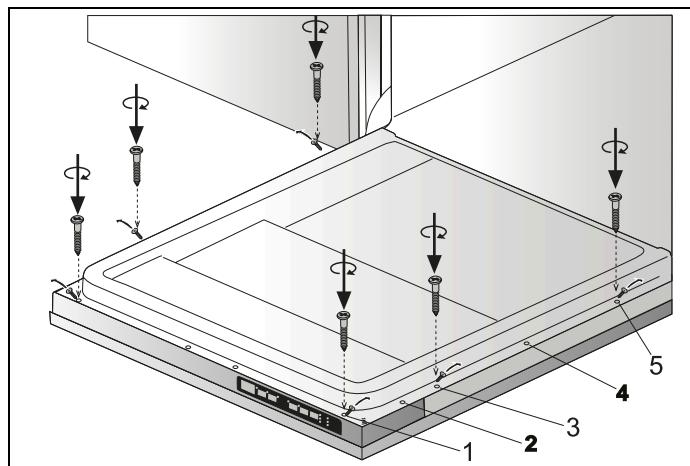

Fig. 28
- 6) Los tornillos situados en la puerta de madera se ajustan al lavavajillas en las descargas situadas en la lámina exterior de la puerta y se montan como se muestra en Fig. 28 .
- 8) Como se muestra en Fig. 28 , se instalan los tornillos  $\varnothing 5/32" \times 53/32"$  ( $\varnothing 4 \text{ mm} \times 42,5 \text{ mm}$ ) en las posiciones I, III y V.